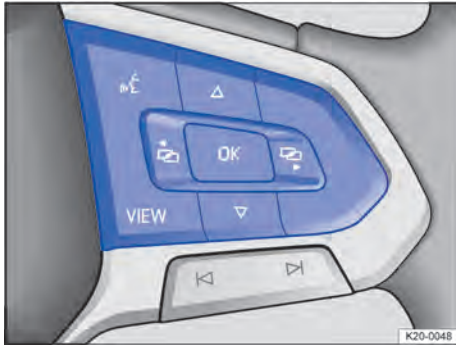

Fig. 10 Côté droit du volant multifonction : touches de commande des menus et des informations sur le combiné des instruments
Véhicules avec volant multifonction : Tant qu'un message d'avertissement de priorité 1 reste affiché, aucun menu ne peut être consulté → page 19. Il est possible de valider ou de masquer certains messages d'avertissement en appuyant sur la touche **OK** → fig. 10 sur le volant multifonction.
Il est possible de basculer sur l'affichage principal en appuyant sur **VIEW** → fig. 10. La représentation dans la zone d'affichage peut présenter les vues suivantes :
2. En cas d'affichage d'un message ou du pictogramme du véhicule, appuyez sur la touche **OK** → fig. 10, plusieurs fois si nécessaire.
3. Pour afficher un menu ou le parcourir, appuyez sur la touche **☰** ou **☲** → fig. 10.
4. Pour accéder au menu affiché ou au message d'information, appuyez sur la touche **OK** → fig. 10 ou attendez que le menu ou le message d'information s'ouvre automatiquement après quelques secondes.
1. Sélectionnez la zone d'affichage secondaire de droite ou de gauche à l'aide de la touche ou → fig. 10 du volant multifonction.
2. Utilisez les touches fléchées ou → fig. 10 pour sélectionner l'affichage secondaire souhaité.
3. Utilisez la touche **OK** → fig. 10 pour confirmer la sélection.
1. Appuyez sur la touche fléchée ou → fig. 10 jusqu'à ce que l'option souhaitée soit sélectionnée dans le menu affiché.
2. Appuyez sur la touche **OK** → fig. 10 pour effectuer les modifications souhaitées.
1. Appuyez sur la touche ou → fig. 10.
- Pour revenir du menu actuel au menu précédent, appuyez sur la touche **VIEW** → fig. 10.
- Pour afficher ou masquer les affichages secondaires, maintenez enfoncée la touche **VIEW** → fig. 10.
En fonction de l'équipement, le combiné des instruments numérique peut représenter une carte de navigation détaillée. Sélectionnez pour cela la zone d'affichage **Navigation** dans le combiné des instruments numérique en appuyant sur la touche **VIEW** → fig. 10 du volant multifonction.
1. Pour effectuer un zoom avant ou arrière, appuyez sur la touche fléchée ou → fig. 10 du volant multifonction.